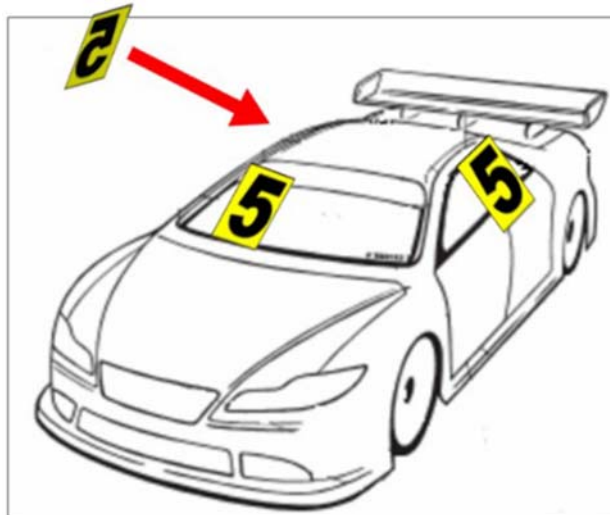

Figura 1: Disposizione corretta dei numeri di gara sul modello in scala 1/10 Touring
9.07.01 prima della partenza delle manche di qualifica e delle fasi finali i Piloti sono obbligati a posizionare sulla propria carrozzeria i numeri di gara, consegnati dagli Organizzatori, con la disposizione mostrata in Figura 1, al fine di garantire una maggiore visibilità da parte della Direzione di Gara. La non corretta posizione dei numeri gara comporta il richiamo del modello del Pilota da parte del Direttore di Gara in modo tale che questi li disponga come da Regolamento (vedi Figura 1).